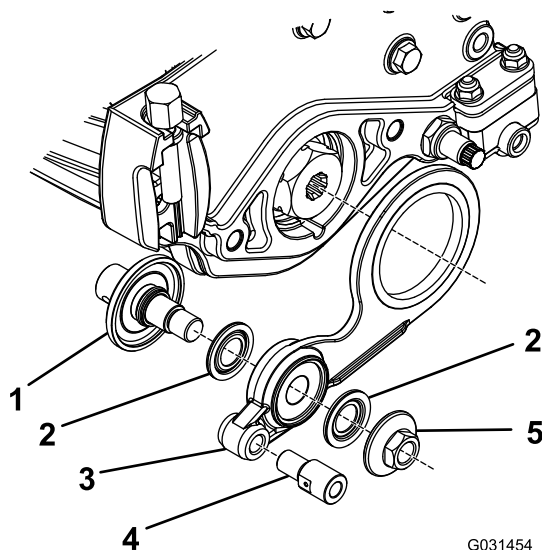

Figure 16
1. Assemblez les pièces détachées sur le galet de tension, comme montré à la Figure 16.
**Remarque:** Installez les pièces 1 à 5 dans l'ordre inverse si vous montez le galet de tension du côté opposé à la Figure 16.